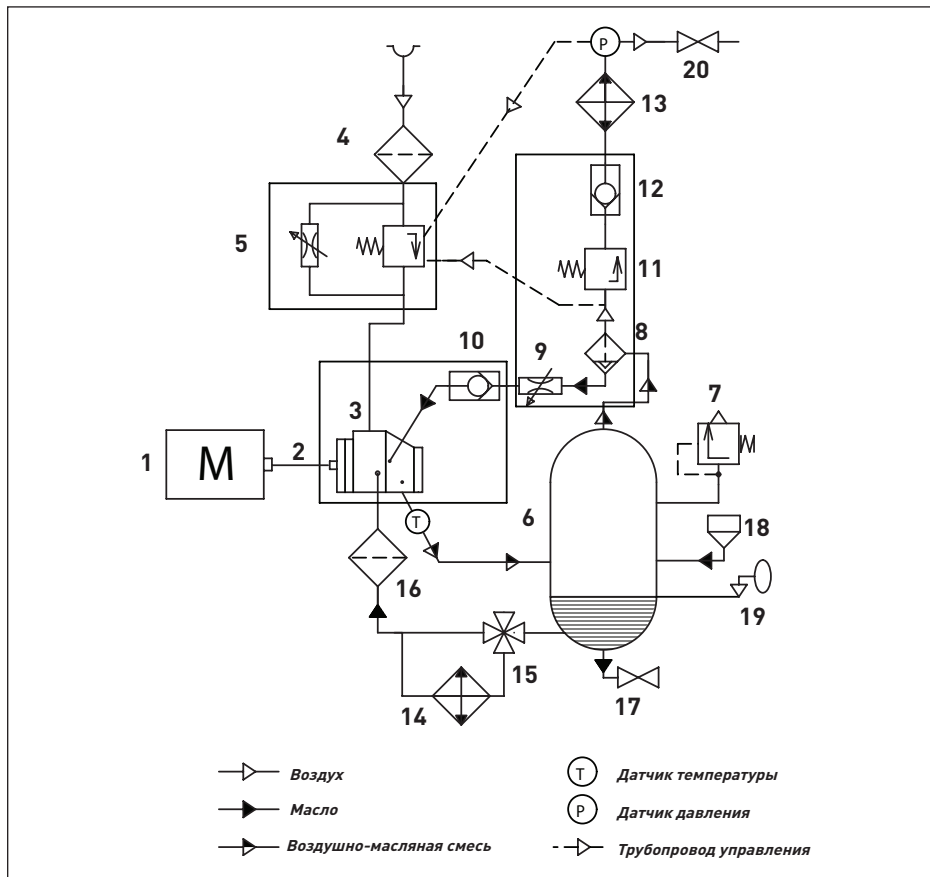

Рис. 2.3 Схема пневматическая DV11 – DV22
2.4 Принцип действия (Смотри рис. 2.3)